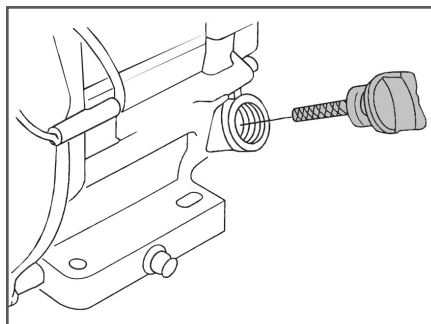

Рис. 23. Крышка-щуп маслосаливной горловины
2. Открутите крышку-щуп маслосаливной горловины и извлеките щуп (Рис. 23).
2. Выкрутите крышку-щуп маслозаливной горловины и извлеките щуп (Рис. 23).